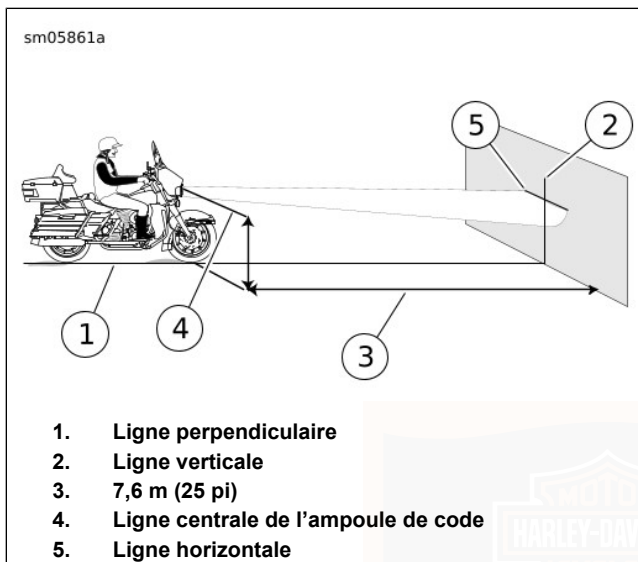

Figure 50. Alignement du phare : Type à DÉL (typique)
4. Voir Figure 50. Garer la moto selon une ligne perpendiculaire (1) au mur.
6. Tracer une ligne verticale centrale (2) sur le mur qui soit alignée avec la ligne (1).